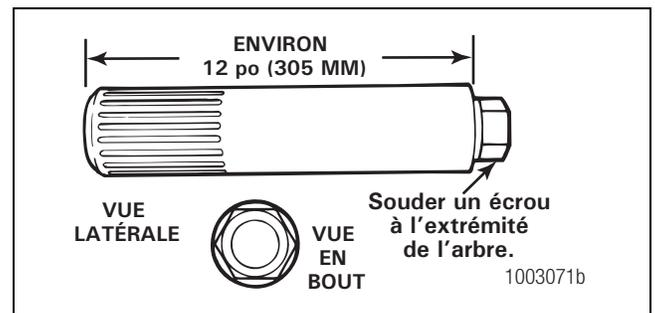

Figure 5.47
1. Confectionner un outil de contrôle à partir d'un arbre de roue dont les cannelures correspondent à celles des planétaires du différentiel. Couper l'arbre à une longueur d'environ 12 po (305 mm). Souder un écrou à l'extrémité de l'arbre. Figure 5.47.